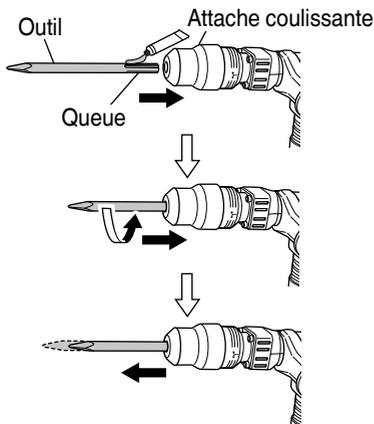

Fig. 7
- (1) Nettoyer, puis graisser la queue de l'outil avec de la graisse ou de l'huile mécanique.
- (2) Pour fixer l'outil (tige SDS max), l'insérer dans l'orifice jusqu'à ce qu'il touche l'extrémité intérieure de l'orifice comme indiqué sur la Fig. 7.
Comme indiqué sur la Fig. 7, tirer sur la poignée et sortir l'outil.